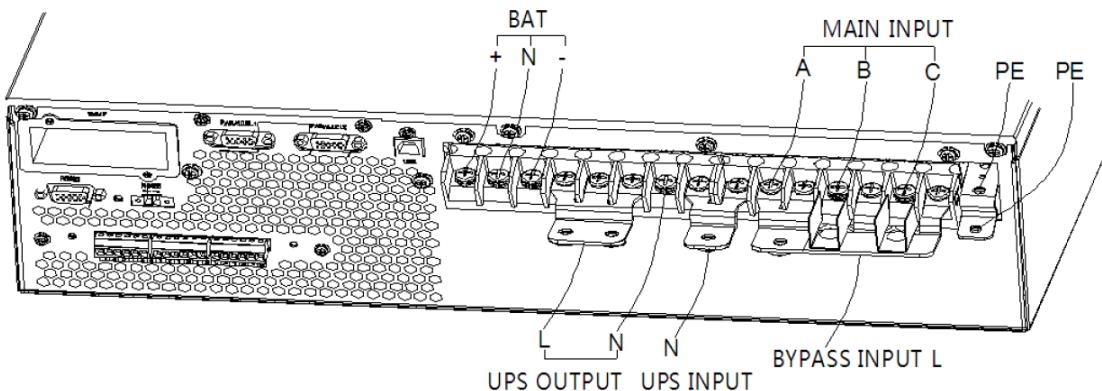

Рисунок 14. 3 фазы в1 фазу, общий вход
2. Закоротить контакты mA, bA, bB, bC медной шиной №.6; закоротить контакты BAT-N, oN, bN, mN медной шиной №.7; закоротить контакты oA, oB, oC медной шиной №.4 (Рисунок 14).